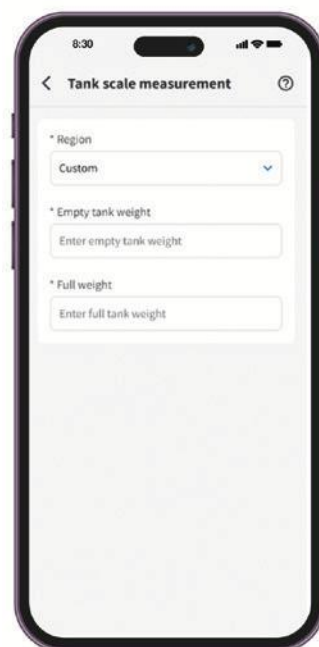

Abb. 13
- » **Sonderflasche (optional):** Geben Sie das Gewicht einer leeren und vollen Flasche für eine genaue Überwachung ein (**Abb. 13**).